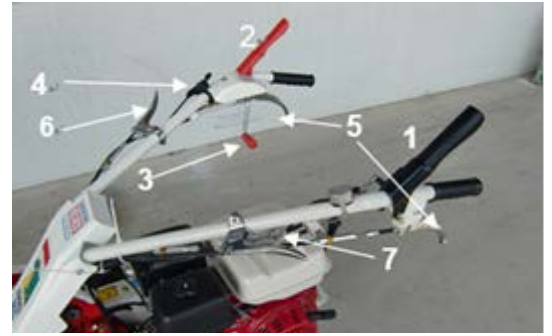

Figure 8
- Augmentez la vitesse du moteur au maximum. Baissez le levier verrouillage (2, Figure 8) relevez ensuite lentement le levier d'embrayage de lame (3, Figure 8). Avancez alors dans l'herbe pour tondre.
- Relâchez le levier de verrouillage (2, Figure 8) et laissez le levier d'embrayage descendre.